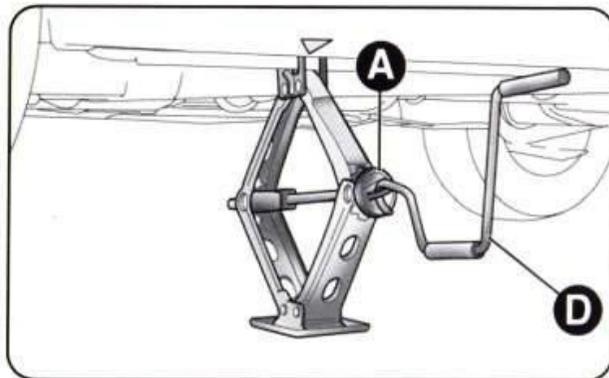
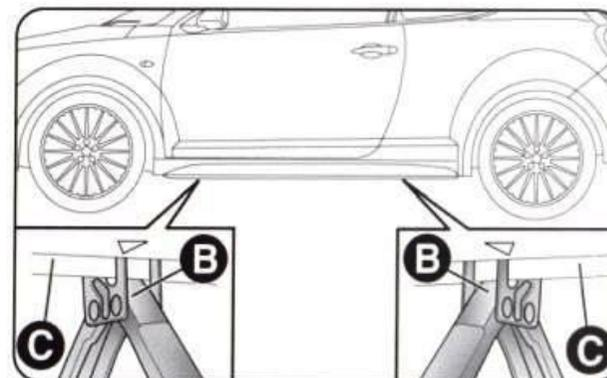

рис. 7
рис. 8
- вращая ось А (рис. 7) раздвигайте домкрат до тех пор, пока выступ на кузове С не войдет в разрез пята В (рис. 8);
- вставьте ручку D (рис. 7) в проушину оси А и, вращая ее, поднимите автомобиль, чтобы колесо оторвалось от земли на несколько сантиметров;
- вращая ручку домкрата D (рис. 7), опустите автомобиль. Извлеките домкрат из-под автомобиля;